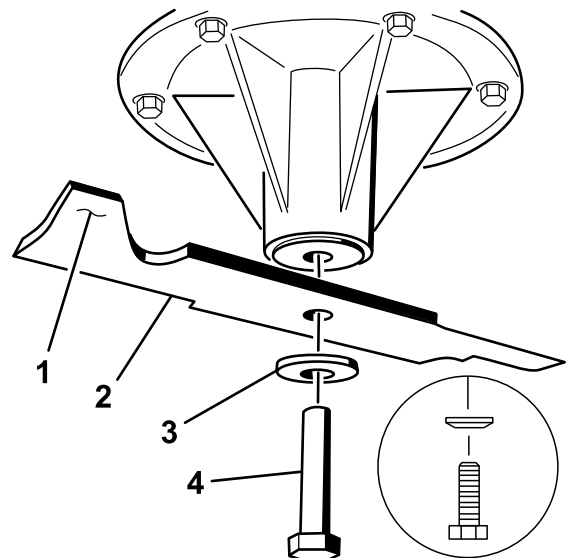

Figura 105
- Togliete il bullone, la rondella curva e la lama dall'asse del fusello (Figura 105).
- Se la lama non è bilanciata, limate del metallo soltanto dalla costa (Figura 105).